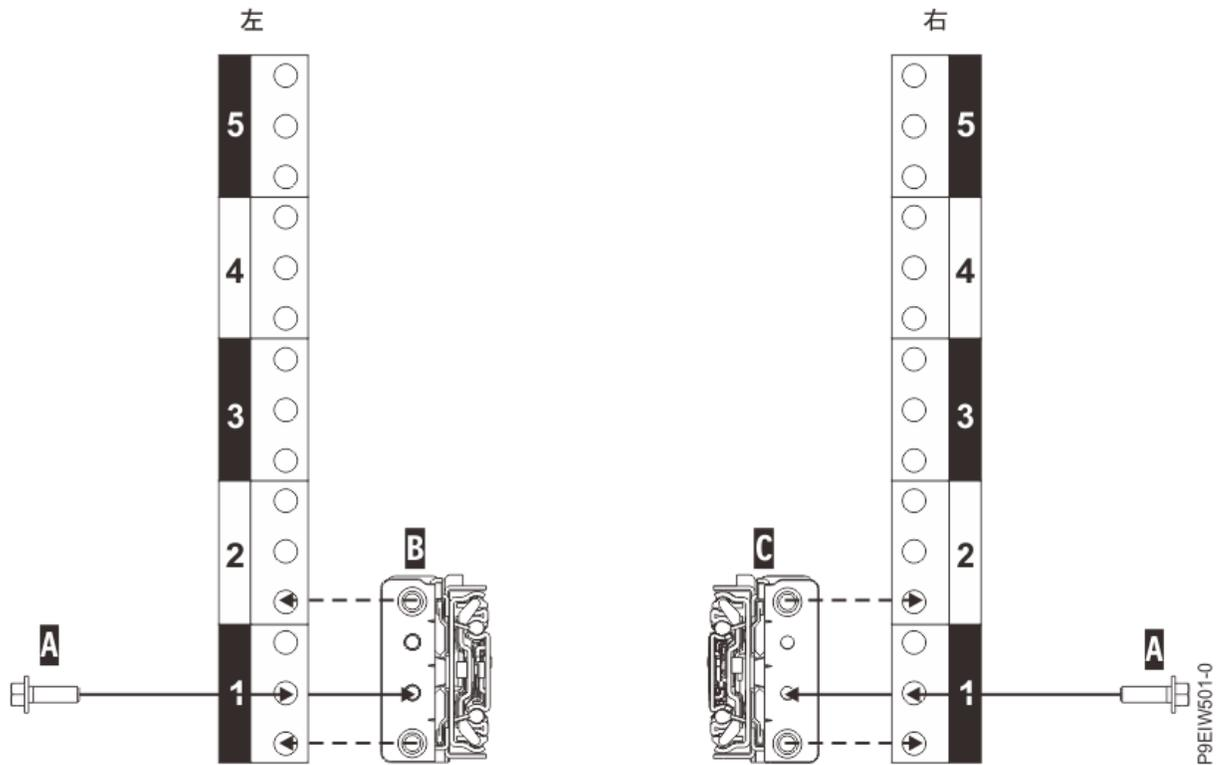

図 5. ラックの背面でのスライド・レールの取り付け
10. 6 ページの図 5 に示すように、左スライド・レール (B) と右スライド・レール (C) を M5x16mm ねじ (A) で取り付けます。各ねじを、最下段の EIA ラック単位の中央の穴にある、ねじ山付きスライド・フランジ穴に差し込んで、締めます。